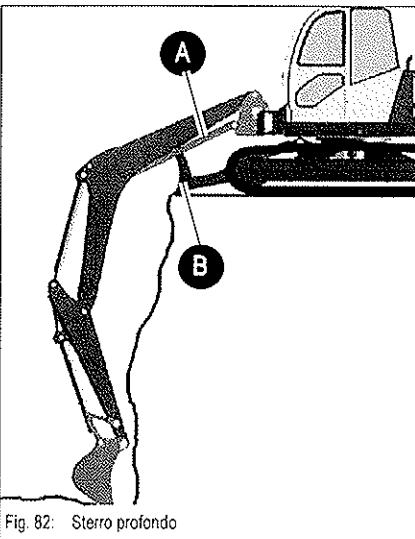

Fig. 82: Sterzo profondo
- ☞ In caso di sterzo profondo con la lama di livellamento B anteriormente, verificare che l'asta dello stantuffo A non poggi sulla lama di livellamento B (Fig. 82).
- ☞ Utilizzare di preferenza la prima posizione di lavoro descritta (Fig. 82) evitando accuratamente che si verifichino collisioni tra l'asta dello stantuffo A e la lama di livellamento B.
3.12 Segnalatore di sovraccarico (AS)